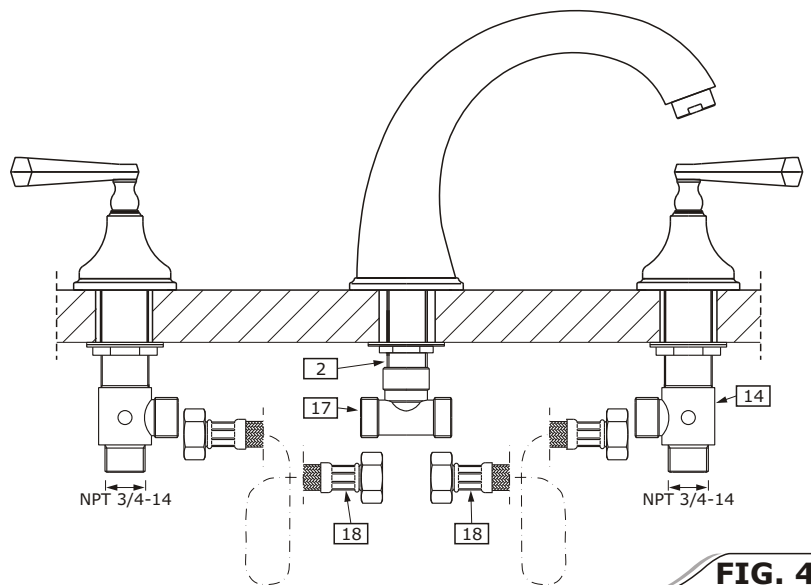

FIG. 4b
- ➔ Loop hose (18) as shown in fig. 4b and screw on the hose nut to the T-connection inlet. Repeat step for second hose (18).
- ➔ Colocar la manguera (18) como lo presenta la fig. 4b y apretarla con la tuerca de la manguera a la entrada de la conexión „T”. Repita el paso para el segundo manguera (18).
See fig. 4b & 4c
Vea fig. 4b y 4c